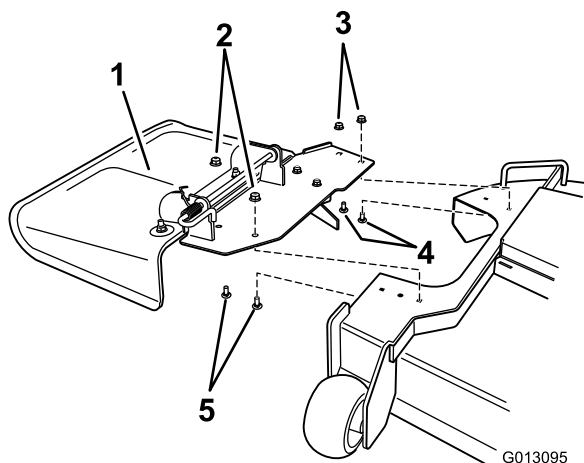

Figura 1
1. Retire los herrajes que sujetan el conjunto del deflector a la plataforma (Figura 1). Guarde todos los herrajes.